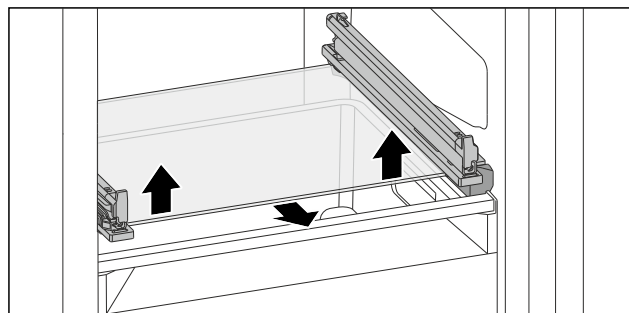

Fig. 139 Tablette en verre du tiroir basculable
- Appuyer des deux côtés sur la tablette en verre de bas en haut. (voir Fig. 139)